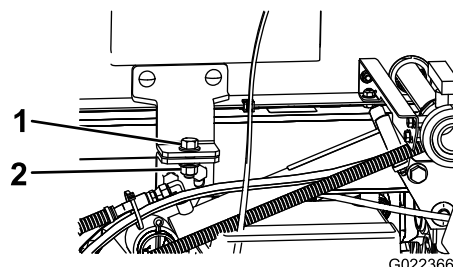

Figure 96
5. Retirez les boulons de sécurité à l'avant du patin (Figure 96).